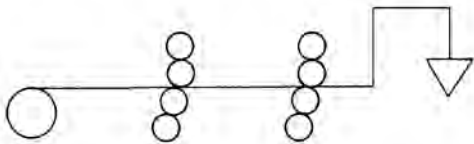

图 1-8 卷筒纸圆压圆型印刷机
② 卷筒纸圆压圆型印刷机。滚筒空隙很小,各个滚筒连续匀速旋转,运转稳定性比单张纸圆压圆型印刷机更好,生产效率更高,如图 1-8 所示。现代卷筒纸印刷机的印刷速度最高已超过 1 000 m/min,适用于各种印刷方法,还可以组成凸版和平版联合印刷机,或加装其他辅助装置,成为具有印号码、分切、上光、折页、模切等多种功能的印刷机。但纸卷幅面受到限制,纸耗较大,噪声大,印刷速度较快,印刷质量受到影响。